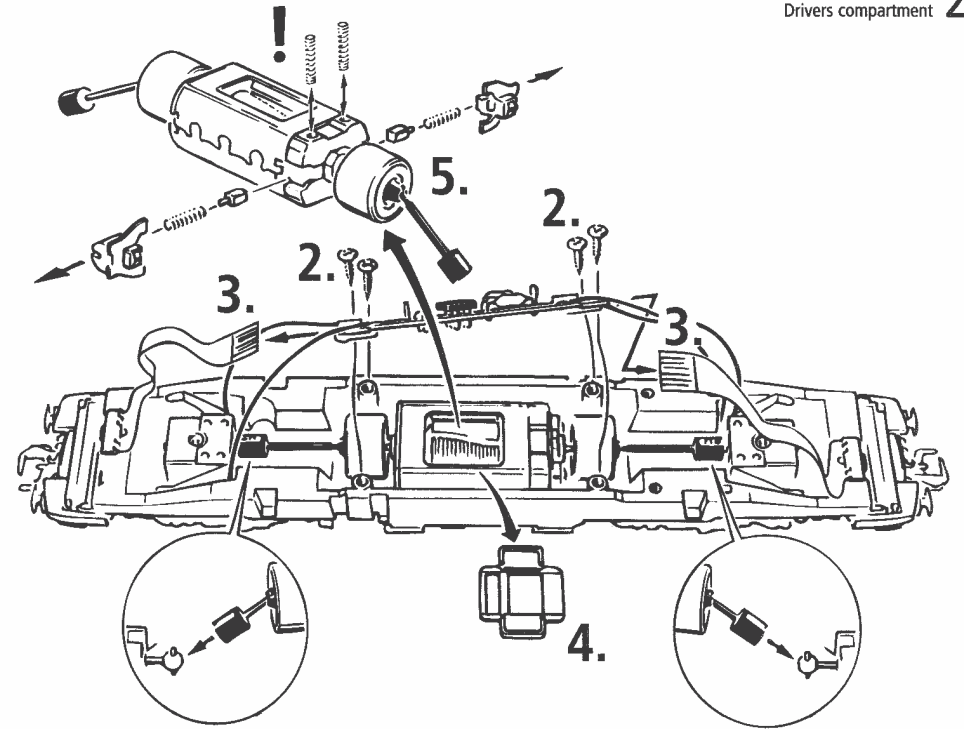

Fig. 10
Ausführung für Wechselstrom: siehe Fig. 10
A.C. operation: see fig. 10
A.C. operación: voir fig. 10